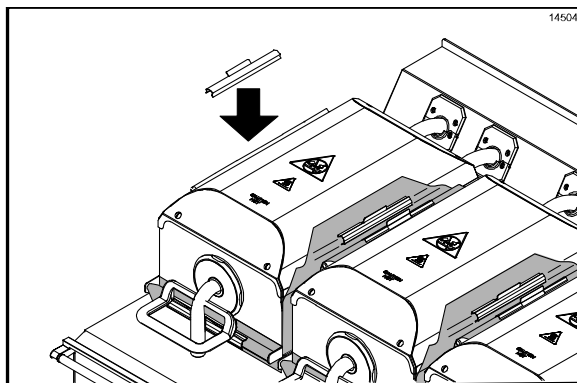

Figura 111
43. Reinstale as folhas antiaderentes, cuidando para usar o lado inverso em relação ao que foi usado anteriormente. Prenda as folhas com os cliques de fixação e barras. (Veja a Figura 111.)